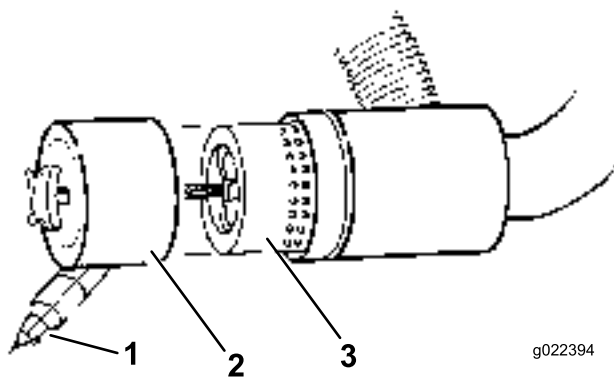

Figura 58
4. Retire e substitua o filtro (Figura 58).